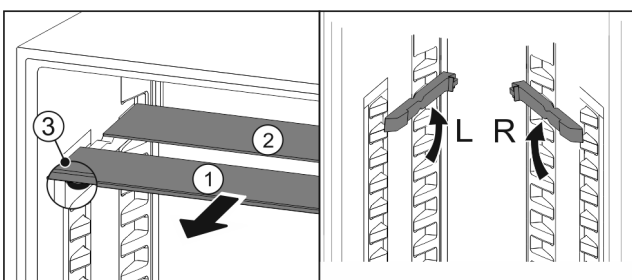

Fig. 69
- ▶ Sortir les tablettes par l'avant Fig. 69 (1).
- ▷ La tablette en verre Fig. 69 (1) avec bordure décorative est située à l'avant.
- ▷ Les butées Fig. 69 (3) sont orientées vers le bas.